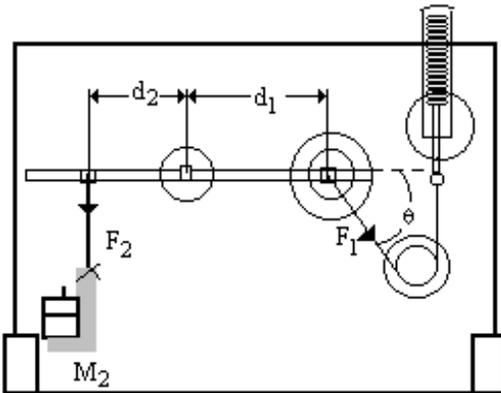

Figura 6a. Esquema del sistema
2. Use un colgador de pesas y el dinamómetro y una polea para aplicar las fuerzas F_1 y F_2 , como se muestra en la figura 6a.